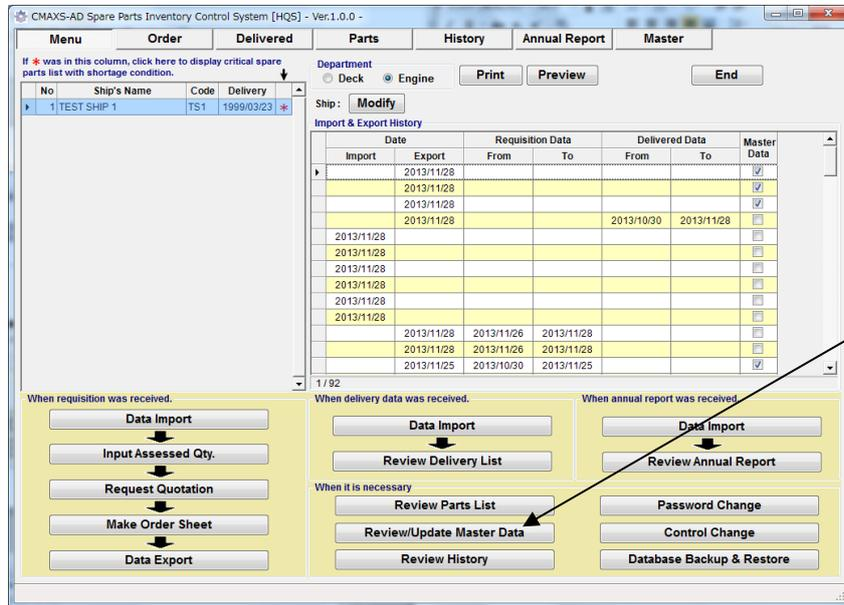

Fig.15-1 Menu 画面
(1) “Menu 画面”(図 15-1)上で[Review / Update Master Data]を選択してください。